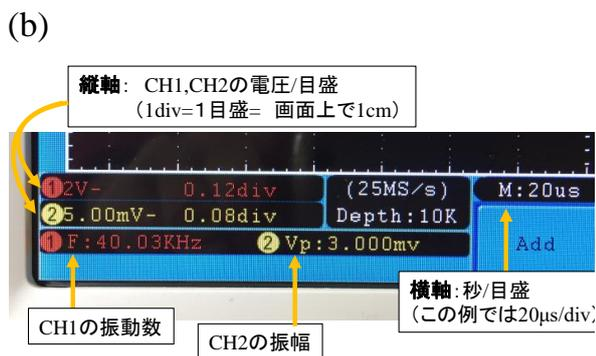

図 2-4 (a)オシロスコープ入力端子への配線
- (1) 動作を確実にするために、「(使い方) 1. オシロスコープの初期状態へのリセット(初期化)」にしたがって、オシロスコープの初期化を行いなさい。
- (2) 続いて、「(使い方) 3. 入力の表示・非表示切り替えと入力方法設定」に従って CH1, CH2 ともに **Coupling** は DC, **Probe** の **Attenu** は $\times 1$ に設定しなさい。
- (3) 回路からの矩形波信号 (BNC コネクタ付き同軸ケーブル) を CH1 (チャンネル 1, トリガーに使用) に、マイクの出力ケーブルの BNC コネクタを CH2 (チャンネル 2) に接続する (図 2-4(a)を参照)。
- (4) オシロスコープの **Autoset** ボタン (パネル右上にある) を押し、自動的に感度や掃引速度が調整されるのを確かめなさい。
(正しく設定すれば、図 2-4(b)のように画面左下の窓に数値が表示される)
注意： 測定中に定規やスピーカーが動いてしまう恐れがあるので、両面テープで机に固定しておくといよい。1 目盛の時間幅は、M: の欄に単位と共に表示されている (図 2-4(b) 参照)。